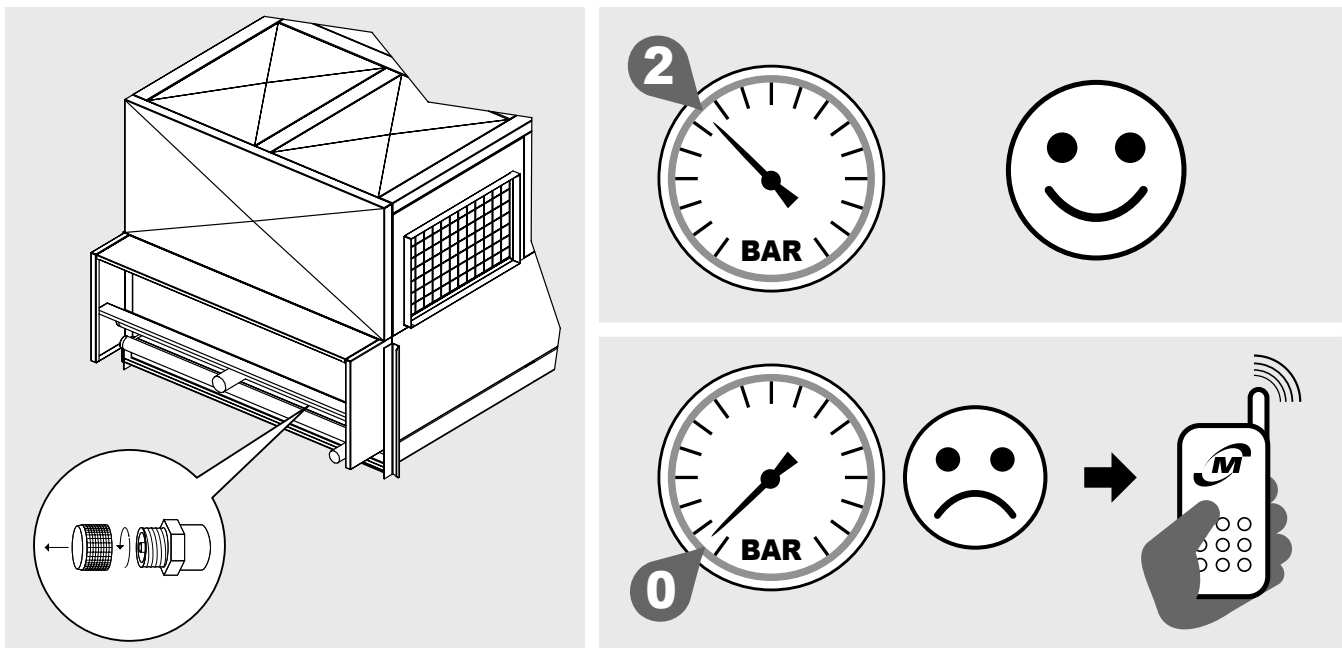

Figura 2
- 4.2 Gli scambiatori dei condensatori (H(C)FC) e dei gas cooler (CO₂) vengono forniti con una precarica di aria secca a 2 bar e dispongono di attacchi di carica da UNF 7/16"-20. Verificare la presenza di pressione, in assenza di pressione contattare immediatamente Modine e segnalare il problema sul documento di trasporto. La mancanza di pressione indica una perdita dovuta ad un danno subito durante il trasporto. Si osservi la Figura 2.